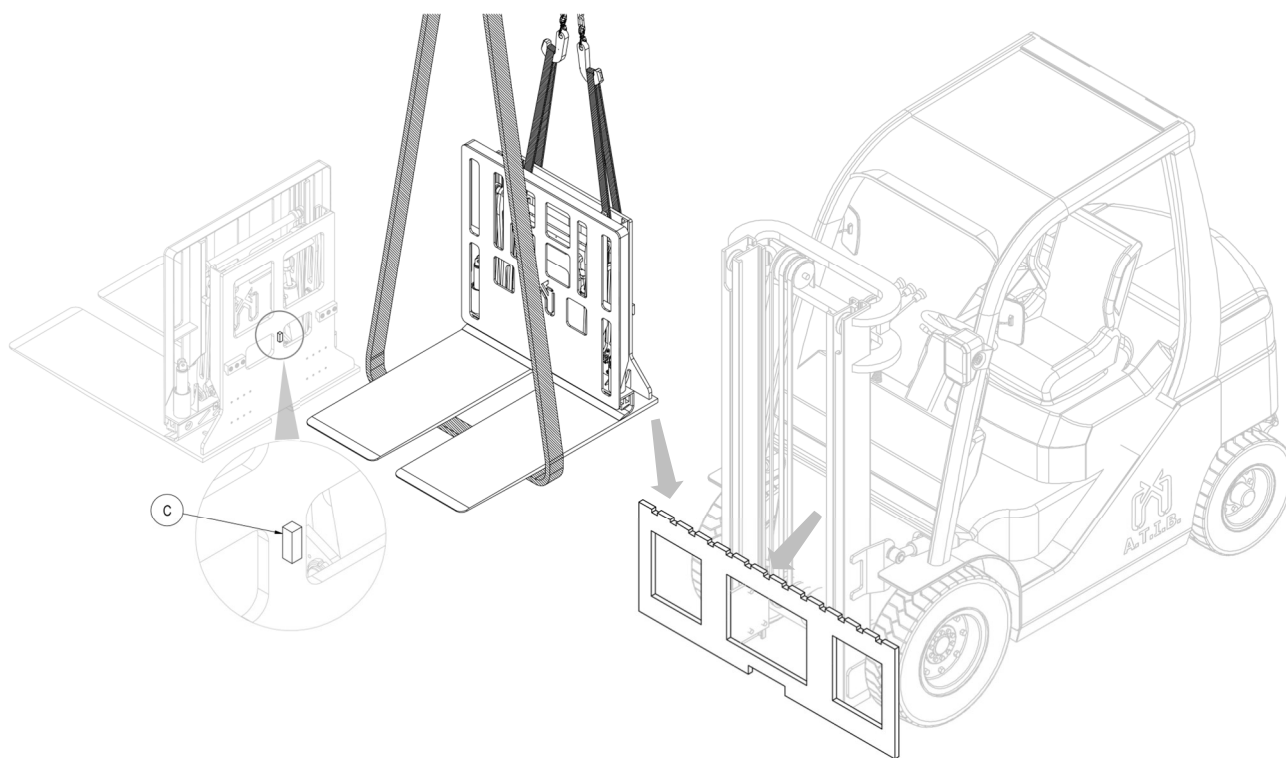

Figura 3
6. Con un puente grúa o un polipasto de capacidad suficiente, colocar el equipo en la placa porta horquillas, asegurándose de encajar el diente de centrado C en la muesca central de la misma (ver *Figura 3*).